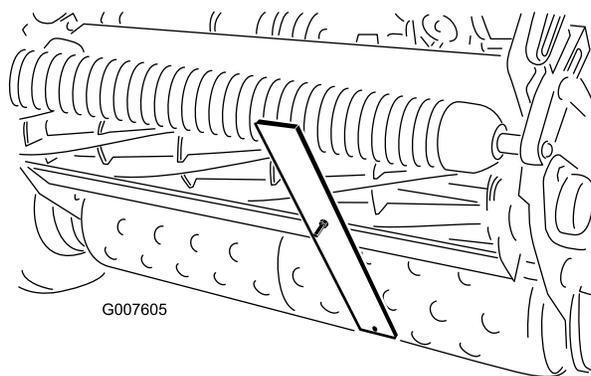

Рисунок 49
4. Зацепите головку винта за режущую кромку неподвижного ножа, а задний конец планки уприте в задний валок (Рисунок 49).